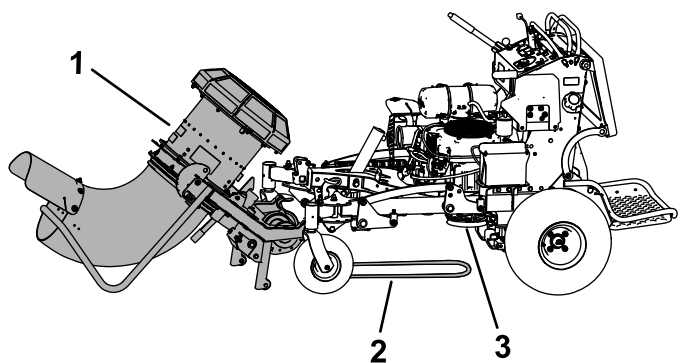

Figure 11
7. Amenez la souffleuse devant la machine et couchez la courroie sous la machine dans l'alignement de l'embrayage (Figure 11).